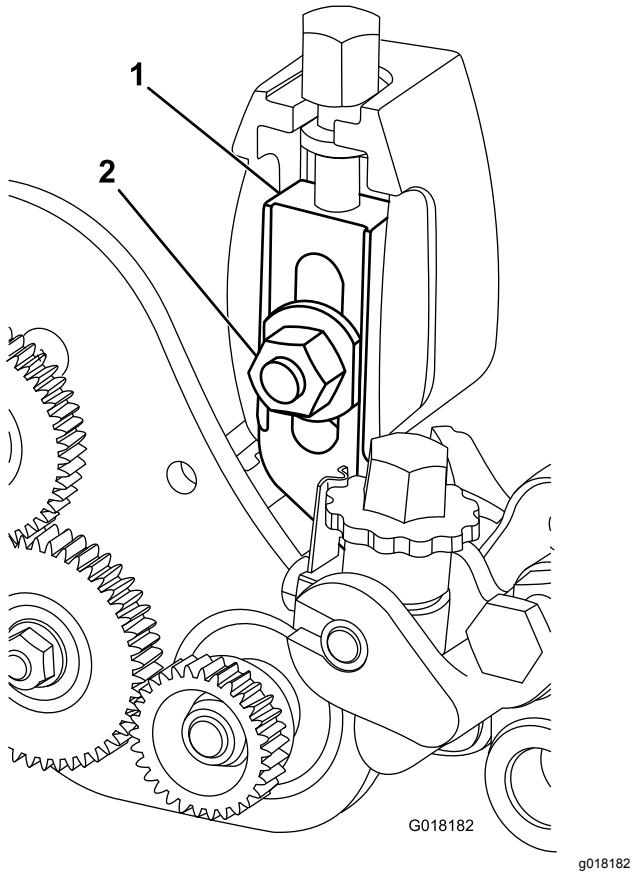

Figura 29
4. Retire el perno avellanado, la tuerca y la arandela que sujetan el brazo de ajuste de la altura de corte a la placa lateral (Figura 29).